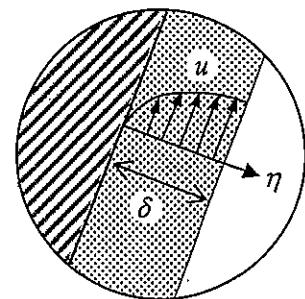

図 2-6
- (1) 液膜内の壁面垂直方向圧力勾配はゼロとみなせる。ここで、 $s$  方向の圧力勾配を  $\frac{dp}{ds}$  とするとき、 $s$  方向の液膜の運動方程式を記述せよ。ただし、壁面垂直方向を  $\eta$ 、液の速度を  $u(\eta)$  とする。ここで、液膜は十分に薄く、図 2-6 のように流れは平板上の流れと近似して良い。なお、前記したように慣性力と重力の影響は無視できる。
(2) 気液界面におけるせん断力が無視できるとき, 図 2-6 に示した液膜内の速度分布  $u(\eta)$  を求めよ.
(3) 一般に, 表面張力の効果によって曲率半径  $r$  の気液界面の内側の液体の圧力  $P_L$  は, 気相圧力  $P_G$  よりも高く, 下記の関係があることが知られている.